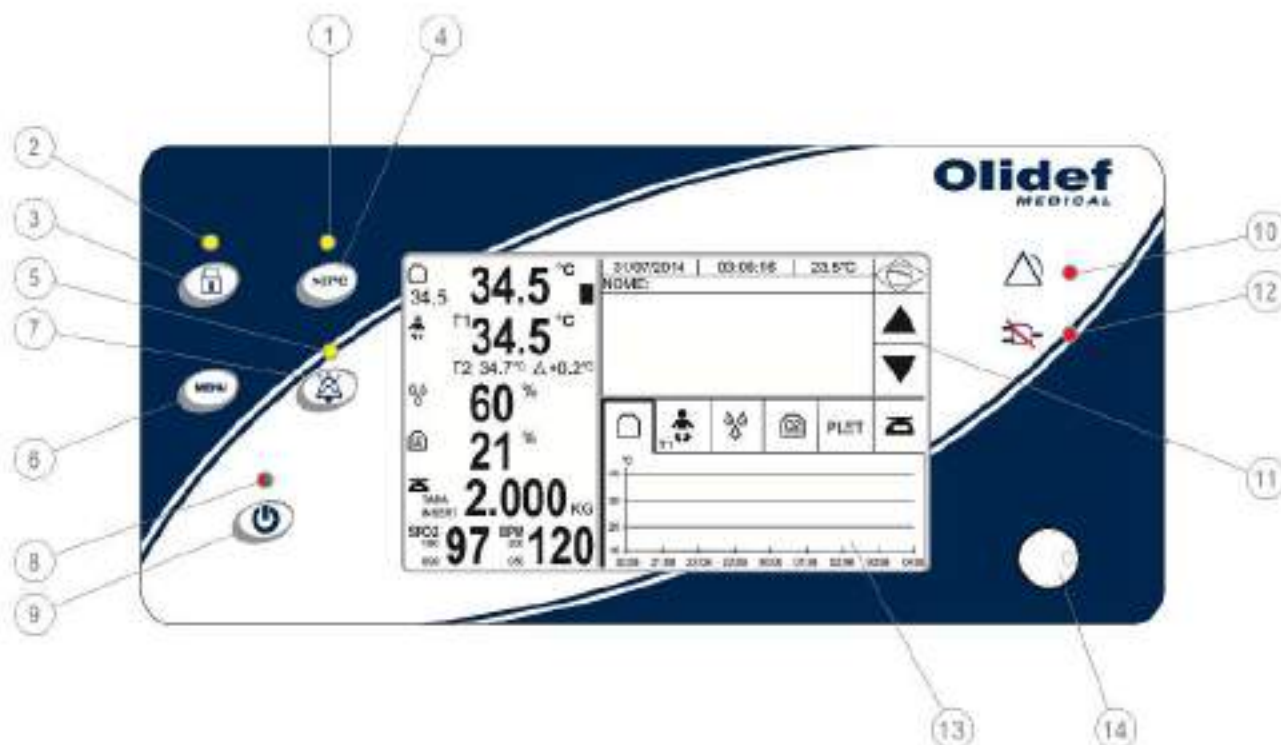
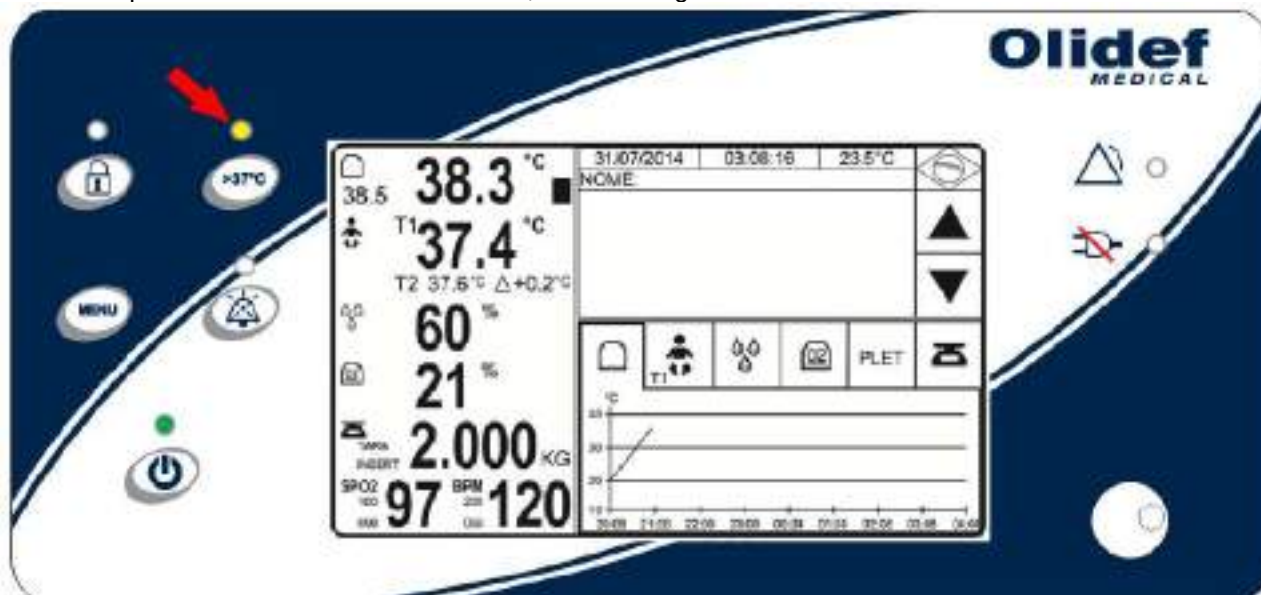

Figura 148 – Painel frontal MC3
Figura 150 – LED indicador tecla ">37 °C"
- Para programar um valor, utilize as teclas virtuais de aumento ou redução dos parâmetros (ver item 11 da figura 148) ou gire o botão rotativo (ver item 14 da figura 148) até atingir o valor desejado de temperatura do AR dentro do compartimento do recém-nascido. Para confirmar, pressione o botão rotativo ou aguarde por 5 segundos sem pressionar nenhuma tecla.
A Incubadora para recém-nascidos LINE 4 permite que o operador selecione temperaturas superiores a 37°C. Para programar temperaturas acima desse valor, o operador deve elevar a temperatura até chegar há 37 °C (observar um sinal sonoro que será emitido ao tentar elevar a temperatura acima desse valor) e pressionar a tecla >37 °C (tecla 4 da figura 148) para desabilitar o limite de 37°C, permitindo ajustar a temperatura entre 37,1 °C à 39 °C, a partir desse momento o indicador luminoso >37 °C (indicador 1 da figura 148) acenderá indicando que a faixa > 37 °C está habilitada, conforme figura 150.
- Para programar o valor acima dos 37 °C, utilize as teclas virtuais de aumento/redução (item 11 da figura 148) dos parâmetros ou gire o botão rotativo, pois com a indicação ">37 °C" acionada é possível selecionar valores acima do limite, para confirmar pressione o botão rotativo ou aguarde a confirmação automática após 5 segundos sem fazer alterações.
- Para programar um valor, utilize as teclas virtuais de aumento ou redução dos parâmetros (item 11 da figura 148) ou gire o botão rotativo para seleção da temperatura do RN. Para confirmar, pressione o botão rotativo ou aguarde a confirmação automática após 5 segundos sem fazer alterações.